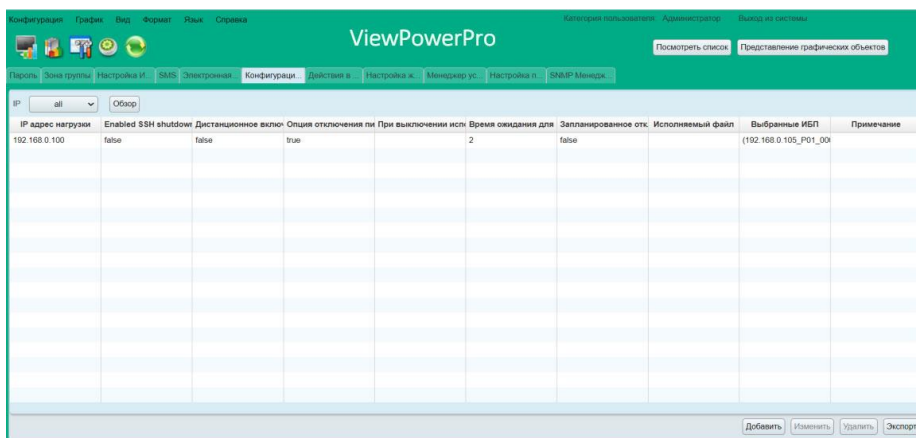

Рисунок 5-7
1. Выберите Configuration/Конфигурация >> Load Configuration/Конфигурация нагрузки, см. рисунок 5-7.